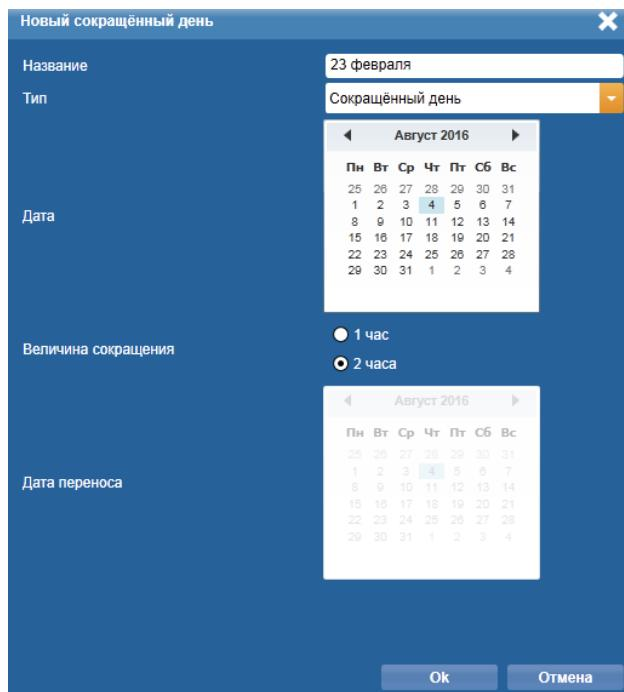

Рисунок 37. Окно **Новый праздничный день**
- 4) В отобразившемся окне **Новый праздничный день** (Рис. 37) ввести следующие параметры:
- 4) В отобразившемся окне **Редактирование праздничного дня**, которое аналогично окну **Новый праздничный день** (Рис. 37) отредактировать. Для подтверждения введенных настроек и возврата к списку праздничных дней воспользоваться кнопкой **Ok** в нижней части окна.